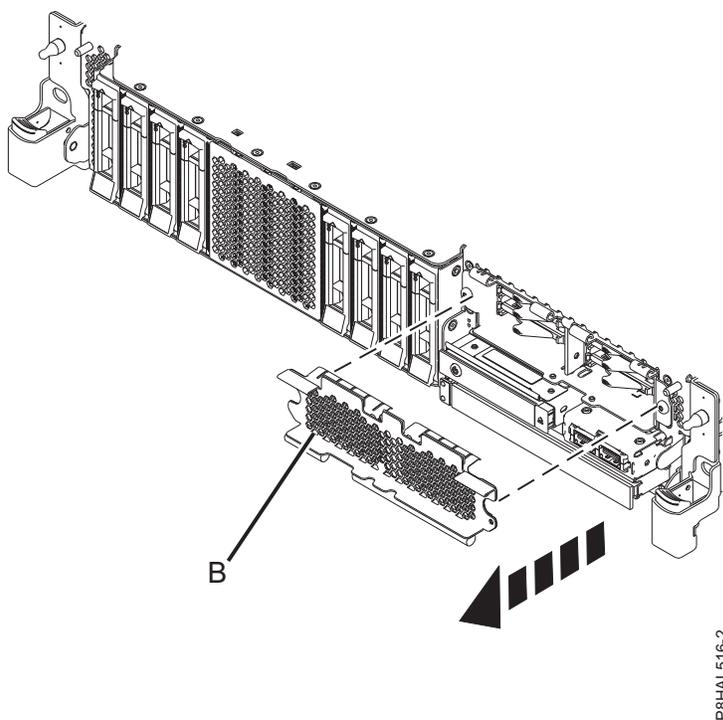

Figura 42. Remover a tampa da estrutura da unidade SSD para aceder às ranhuras de unidade SSD num sistema de função expandida
10. Para aceder às ranhuras SSD, remova a placa perfurada (**B**) que está a cobrir a estrutura de SSD, tal como é demonstrado em Figura 42.